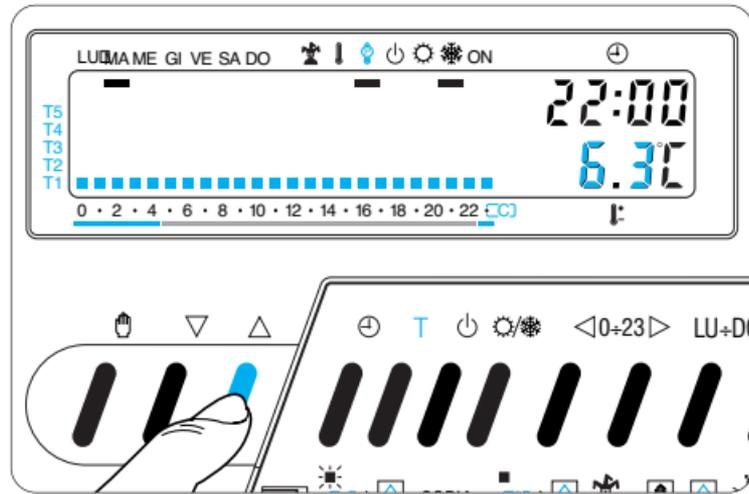

Fig. 32
**8.3** - Impostare il livello di temperatura desiderato per T1 agendo sul pulsante  $\nabla$  o  $\triangle$  (fig. 32).